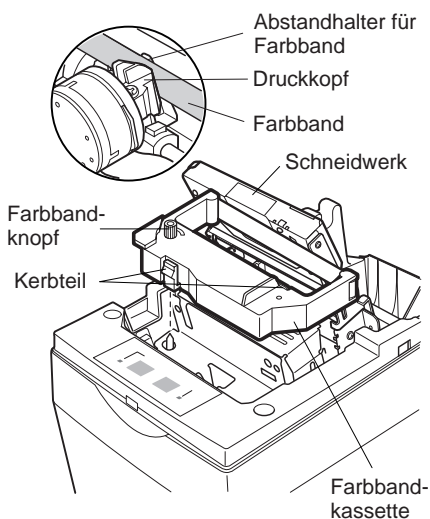

Abb. 6-10 Einlegen einer Farbbandkassette
- ④ Die Farbbandkassette in der Richtung einsetzen wie in der Abbildung 6-10 gezeigt und eindrücken, bis sie hörbar einrastet. Wenn die Farbbandkassette nicht richtig sitzt, eingedrückt halten und gleichzeitig den Farbbandknopf in Pfeilrichtung drehen.
- ⑤ Um Schlaufen im Farbband aufzuwickeln, den Farbbandzuführknopf der Farbbandkassette in Pfeilrichtung drehen.
- ⑥ Das Schneidwerk schließen.
- ⑦ Zum Anbringen der Frontabdeckung die Ausbauschritte wie in ② beschrieben in umgekehrter Reihenfolge ausführen.